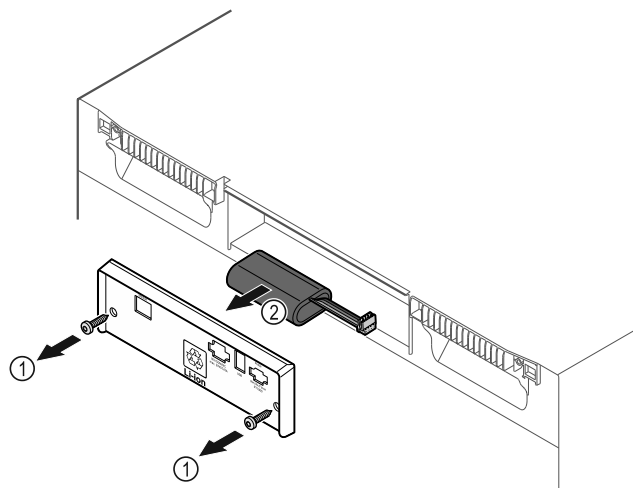

Fig. 186
- ▶ Wykręcić śruby i usunąć osłonę z tyłu urządzenia Fig. 186 (1).
- ▶ Odczepić i wyjąć baterię Fig. 186 (2).